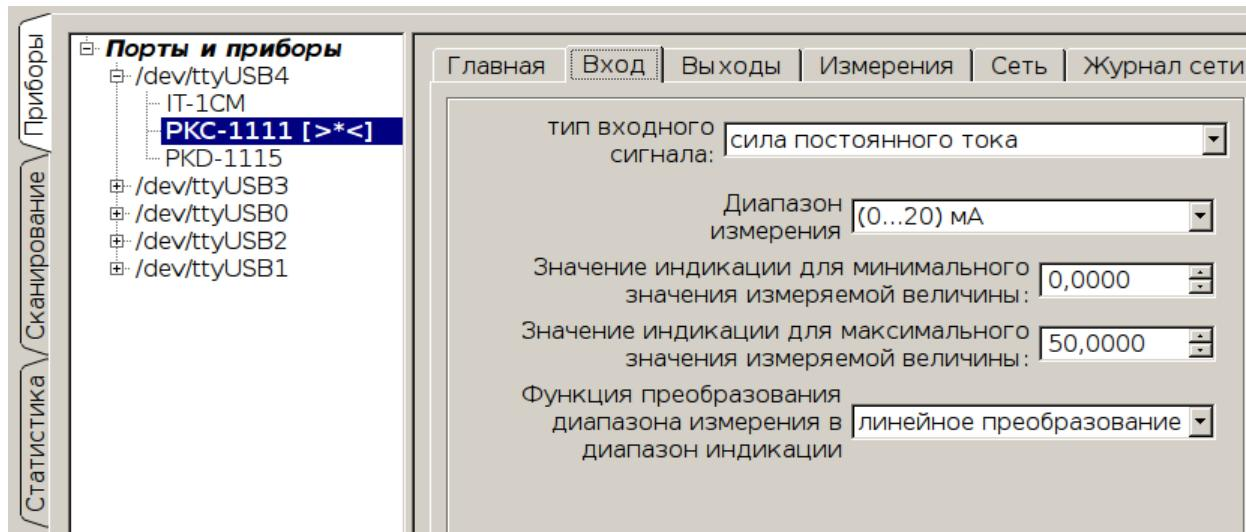

Рисунок 83 - Статус прочитанных из прибора, измененных и записанных в прибор параметров
- [>*<] - данные были загружены из прибора, изменены и записаны в прибор (Рисунок 83);